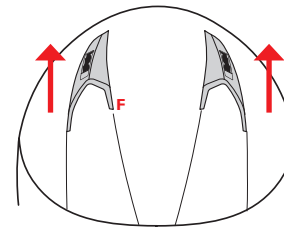

FIGURA 5
- Figura 5: Far scorrere i cursori verso l'estremità posteriore, in tal modo le prese d'aria saranno completamente aperte.